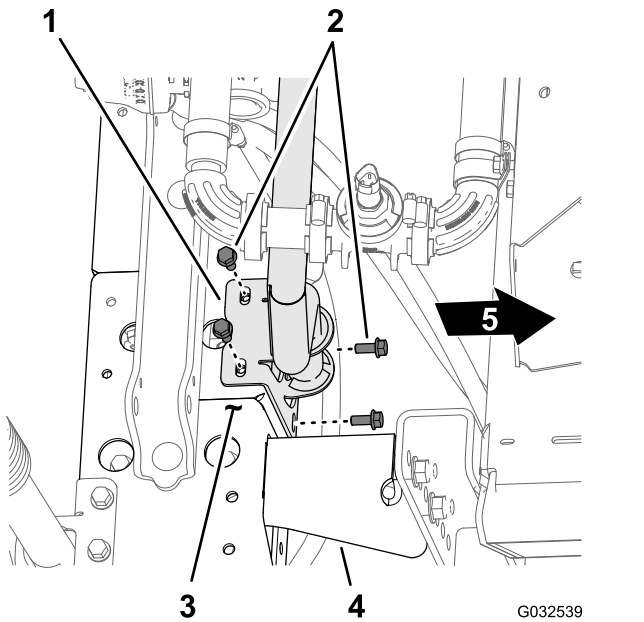
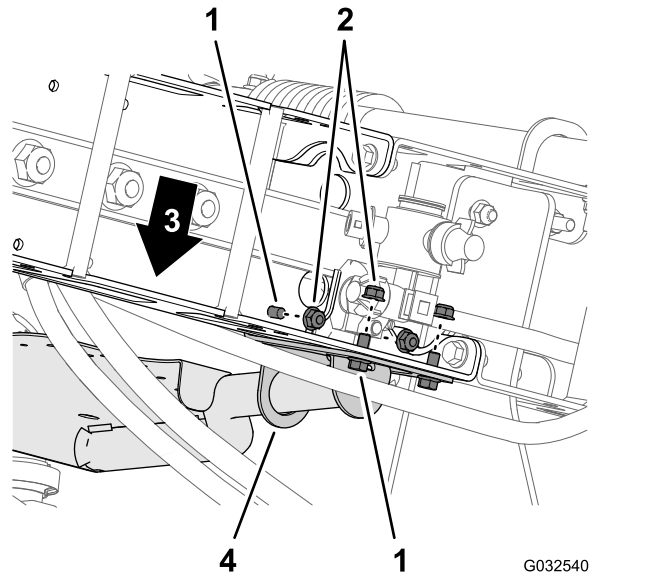

Figure 62
Figure 63
2. Placez les trous de la patte de montage du support de vannes en face des trous dans le cadre en treillis de la section de rampe centrale (Figure 62).
3. Montez le support de vannes sur le cadre en treillis (Figure 62 et Figure 63) à l'aide de 4 boulons (5/16" x 3/4") et de 4 contre-écrous à embase (5/16").